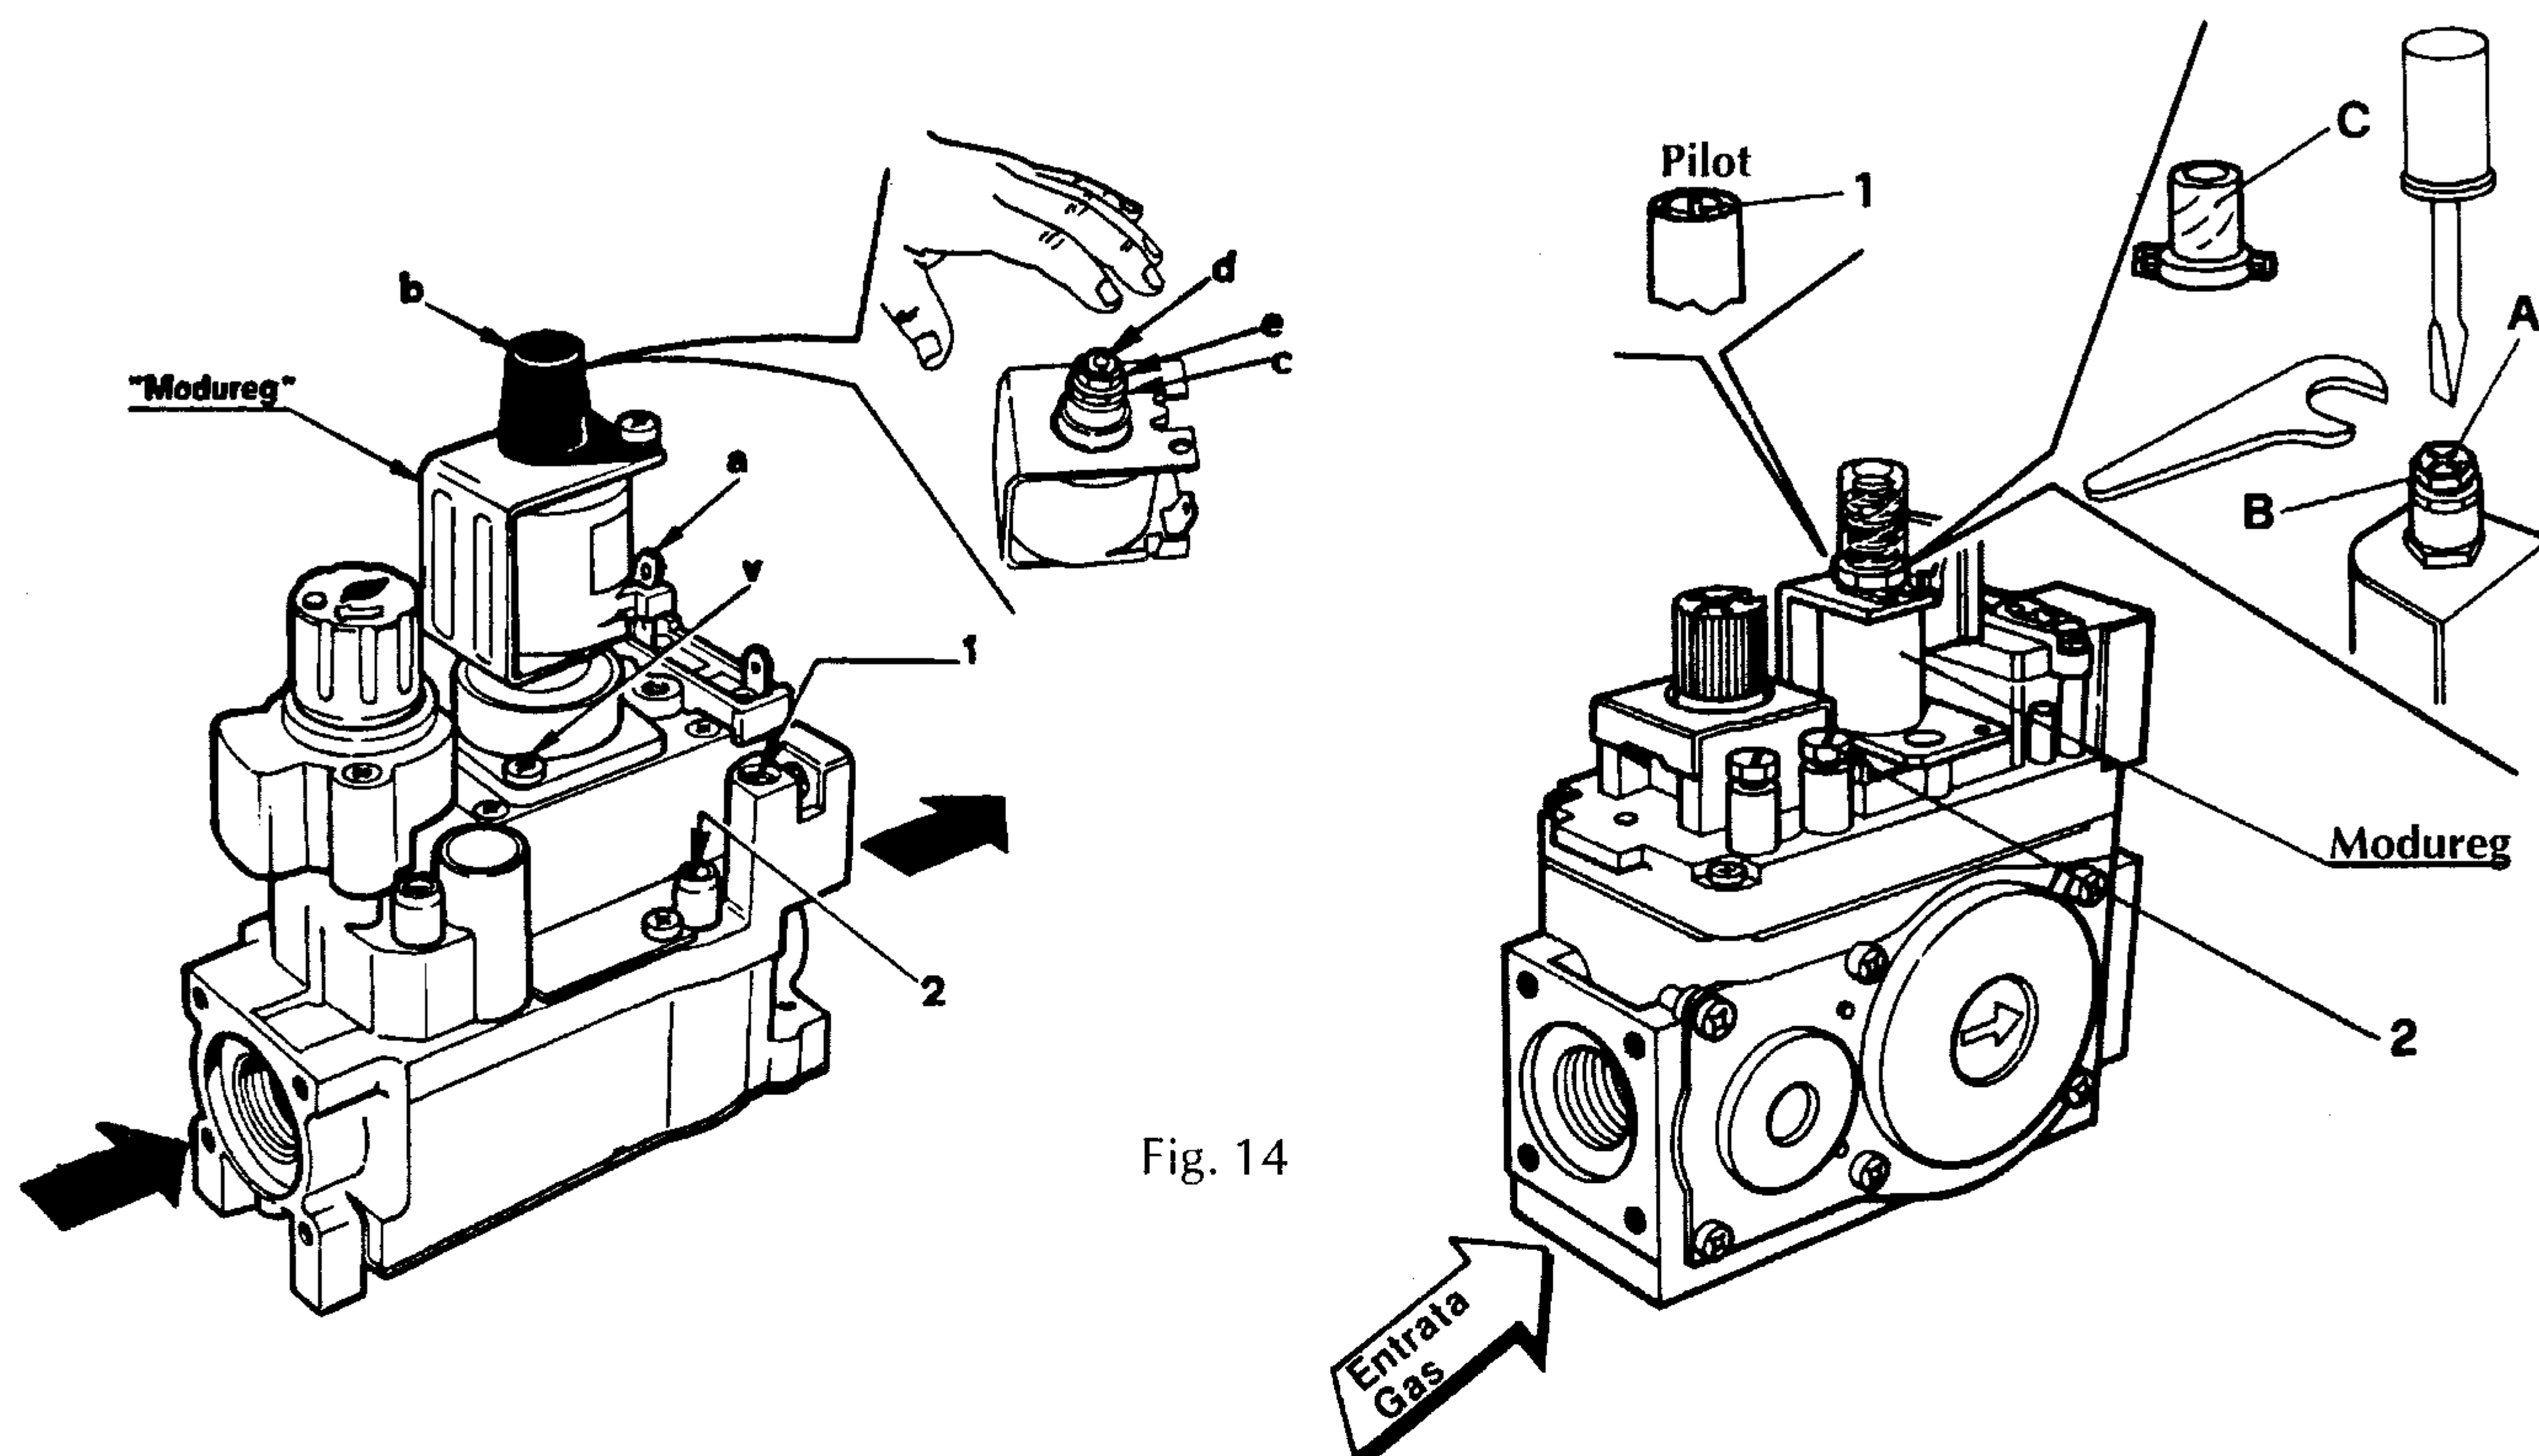
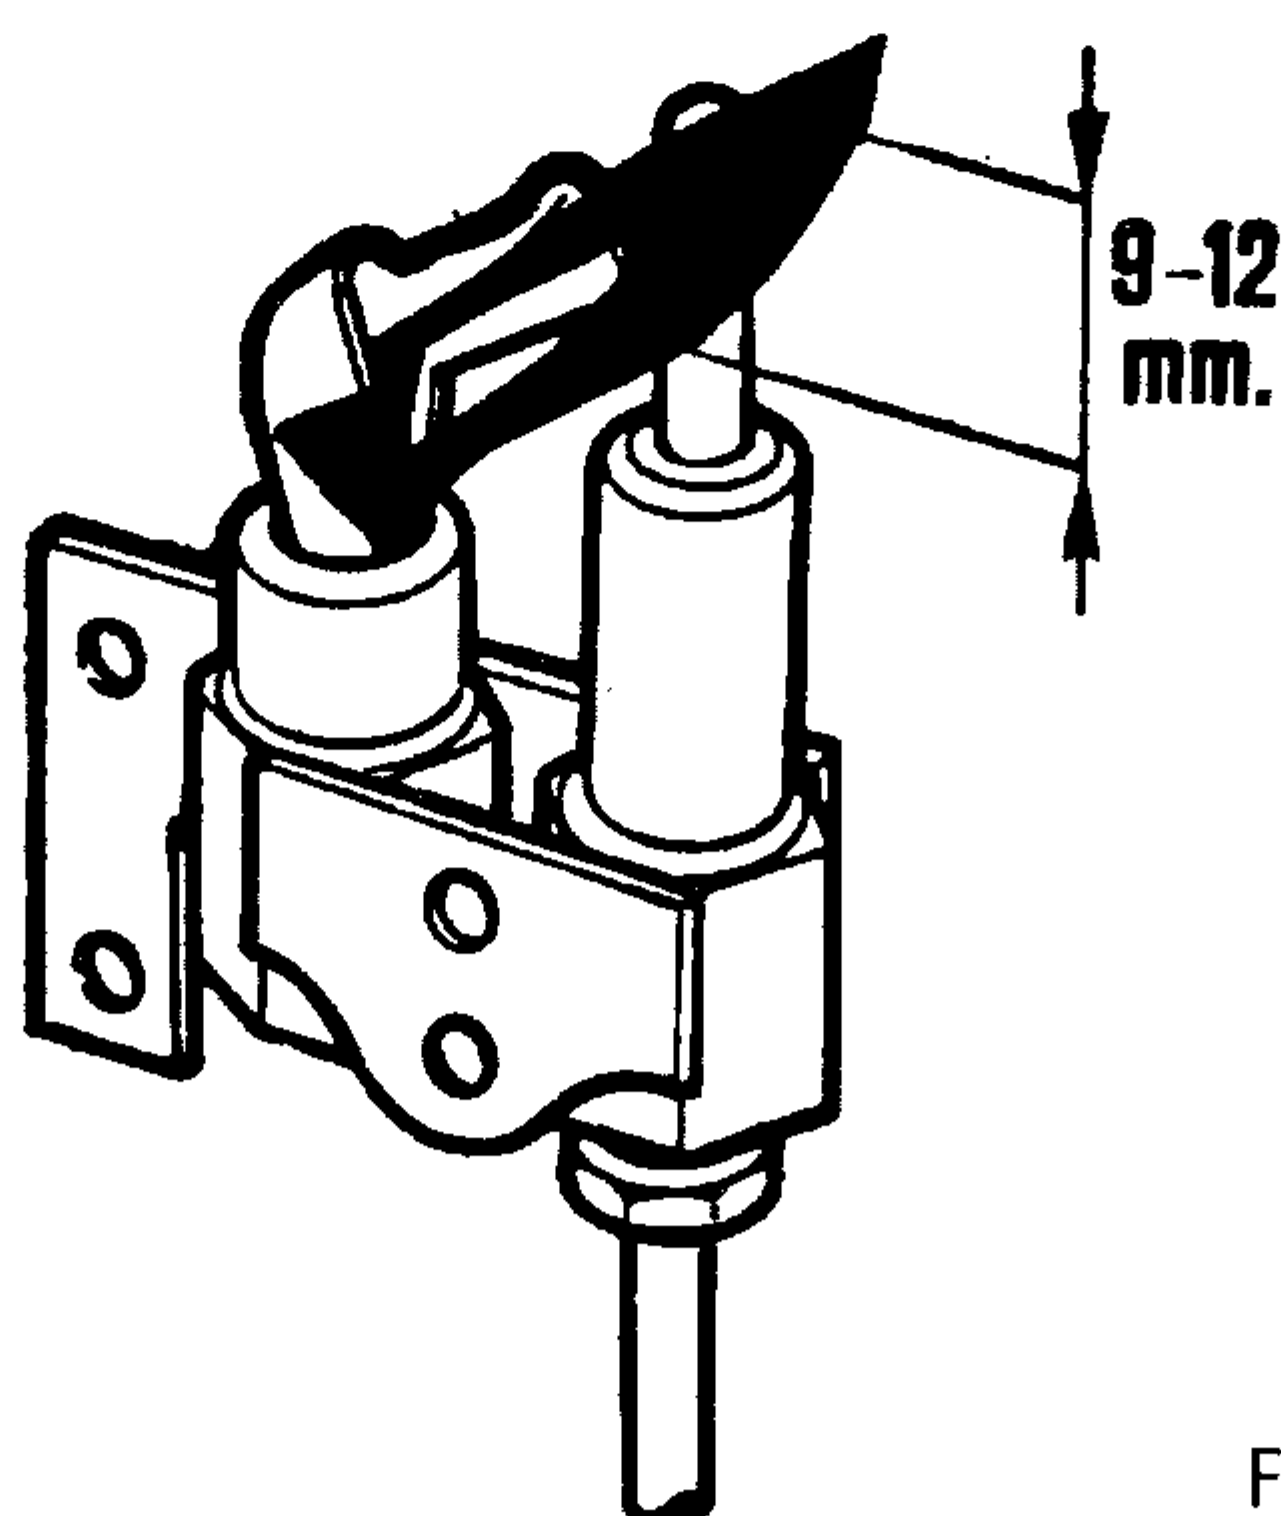

Fig. 14
Fig. 15
Questa regolazione deve essere effettuata tramite la vite 1 (Fig. 14) sulla valvola gas. Girando in senso orario la portata si riduce, ruotandola in senso antiorario aumenta. Per un buon funzionamento del pilota, la sua fiamma deve avvolgere la termocoppia nel modo indicato in fig. 15.
La termocoppia deve essere libera da incrostazioni e la fiamma pilota la deve avvolgere correttamente (fig. 15).
*Regolare la fiamma ad avvolgere la termocoppia nel modo indicato in fig. 15*